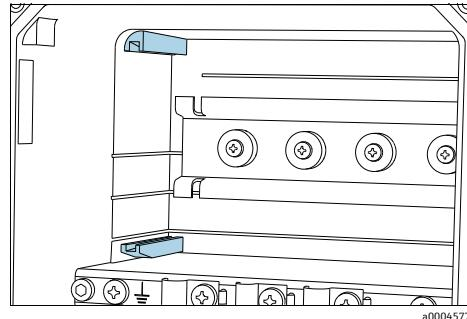
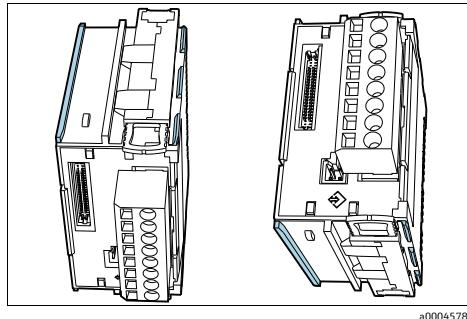
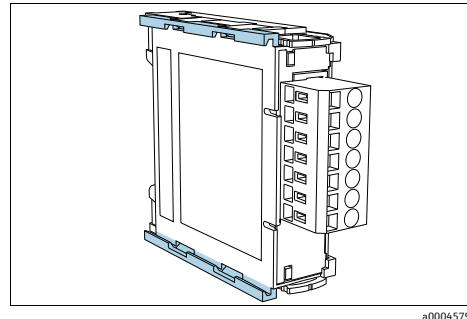

图 5: 外壳导轨
图 6: CPU 模块指南 (左和右)
图 7: 输入模块指南 (左)
4. 将新模块插入到外壳导轨中 (→ 图 5)。为此可使用模块导轨 (→ 图 6、→ 图 7)。